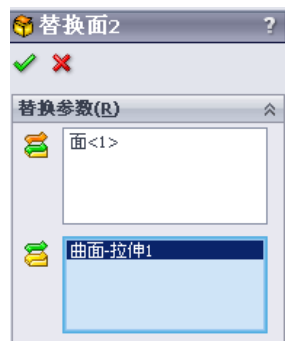

图 5.9.7 “替换面 2”对话框
Step2. 选择命令。选择下拉菜单 **插入(I)** → **面(F)** → **替换(R)...** 命令，系统弹出图 5.9.7 所示的“替换面 2”对话框。